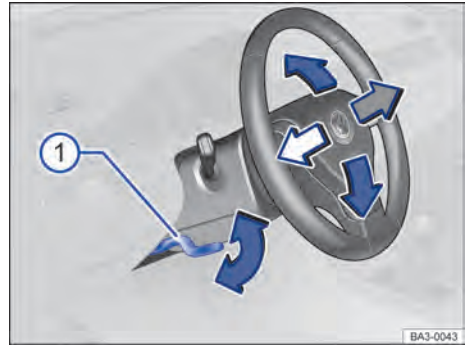

Fig. 65 Embaixo e a esquerda do volante junto com o revestimento da coluna de direção: alavanca de ajuste da posição do volante.
- Empurrar a alavanca para baixo → Fig. 65 ①. ▶